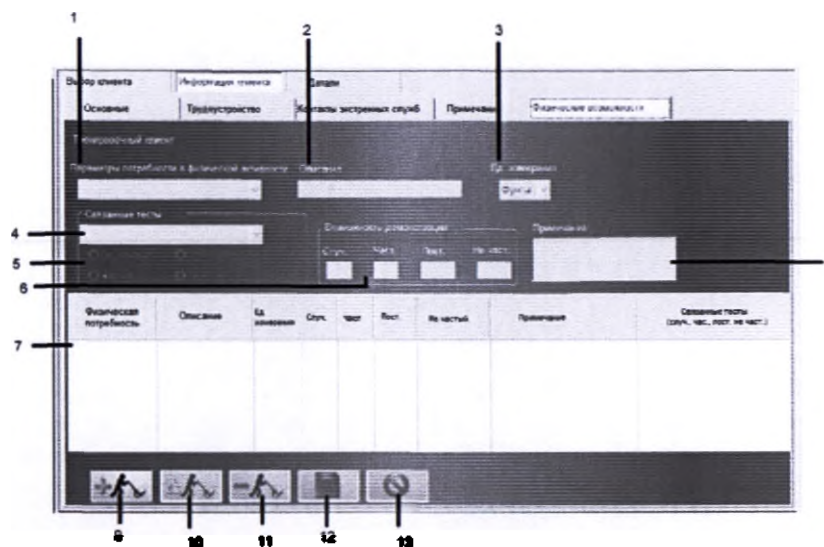

Рисунок 3-32. Информация о пациенте – Физические способности
A. ЭКРАН ПРОСМОТРА ФИЗИЧЕСКИХ СПОСОБНОСТЕЙ (РИСУНОК 3-32)